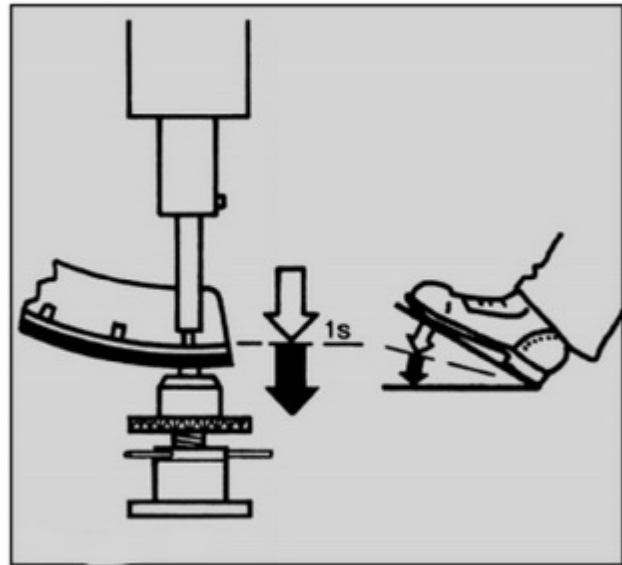

Рис. 4
- Расклепайте новые заклёпки (см. рис. 4)